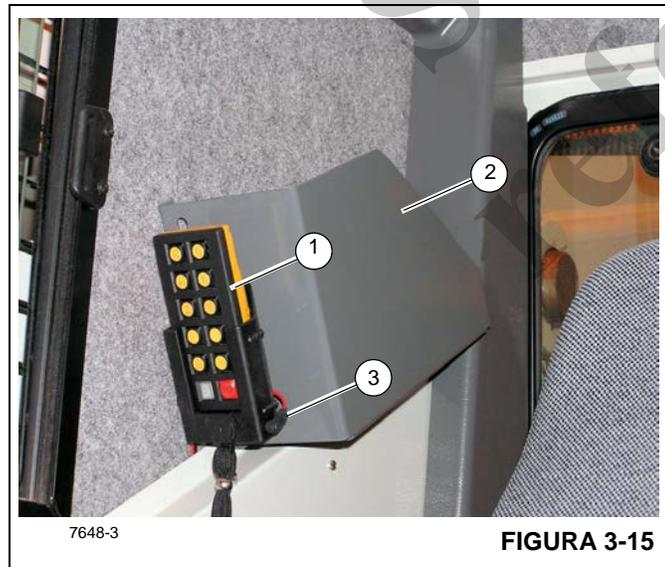

FIGURA 3-15
El control remoto estándar (1, Figura 3-15) es un control del tamaño de la palma de la mano y se envía con cada grúa como equipo estándar. Este control remoto tiene funciones limitadas, como se describe en la siguiente información, y no permite el control remoto completo de la grúa.
El control remoto estándar (1, Figura 3-15) acciona la elevación/bajada del malacate principal, elevación/bajada del malacate auxiliar y el estabilizador delantero central (SFO), (si lo tiene).
El control remoto estándar (1, Figura 3-15) y su escuadra de almacenamiento se aseguran a la escuadra de la carpeta de las tablas de carga (2).
Cuando el control remoto estándar (1) está en posición almacenada, como se ilustra en la Figura 3-15, el cordón eléctrico del control remoto (3, Figura 3-15) se debe enchufar en la escuadra de almacenamiento del control remoto y el otro extremo en el receptáculo de 12 V (1, Figura 3-16) en el tablero de control de la cabina. Esto mantendrá cargadas las dos baterías recargables tipo AA que se utilizan para energizar el control remoto.